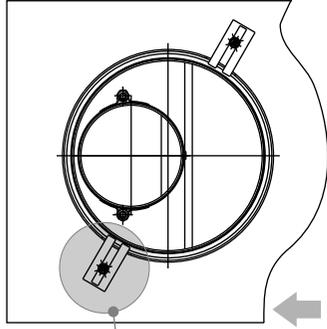

Рис. 5
1 - дымовоздушный блок; 2 - газозод наружный (на изделия мощностью 10-15 кВт устанавливается набор дисков, см. рис. 3; на изделия мощностью 5-7 кВт устанавливается газозод наружный см. рис.5; 5а); 3 - стаканчик для установки баллонов терморегулятора и термомодекатора; 4-выход воды всистему отопления; 5-выходводы находясьответственныеустройства (для изделий со вторымконтуром); 6-вход воды из системы отопления (обратка); 7- смотровое окошко; 8 - запальная горелка; 9 - декоративная облицовка; 10 - основная горелка; 11 - термоминдикатор; 12 - автоматика безопасности с газовым клапаном; 13-заглушки; 14-вход воды с водопровода; 15-датчик перегрева; 16-гибкая металлическая труба.
6.3.3. Для изделия мощностью 5 кВт. Установить газоход наружный (п.2 рис.5а) горизонтально в канале до упора с внешней плоскостью стены, совместив его с воздуховодом (п.1, рис. 5а) и зафиксировать деревянными клиньями. **Разрывы в соединениях не допускаются!**
Для изделия мощностью 7 кВт. Установить газоход наружный (п.3 рис.5) горизонтально в канале до упора с внешней плоскостью стены, совместив его при этом с вставкой (п.2) и воздуховодом (п.1) и зафиксировать деревянными клиньями. **Разрывы в соединениях не допускаются!**
6.3.7. Установить патрубок дымохода (п.8,рис.2 или поз.4,рис.5), в зависимости от модели изделия) на его газоход и зафиксировать его.
Рис. 5а